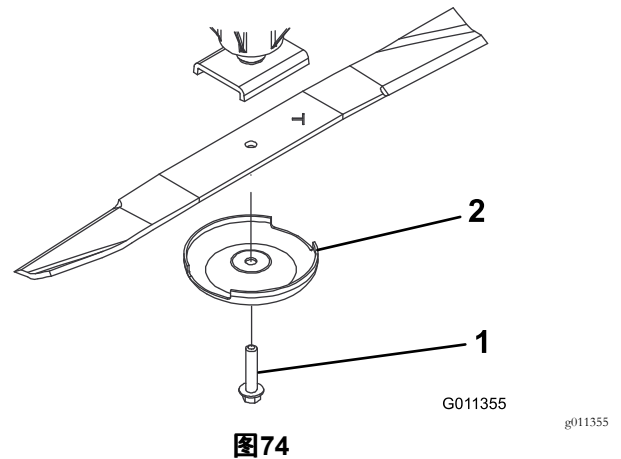

图74
2. 使用抹布或厚垫手套抓住刀片的端部。卸掉刀片螺栓、防刮罩并从铰轴上取下刀片 (图74)。
3. 使用防刮罩和刀片螺栓安装刀片刀翼面向剪草机刀盘 (图74)。